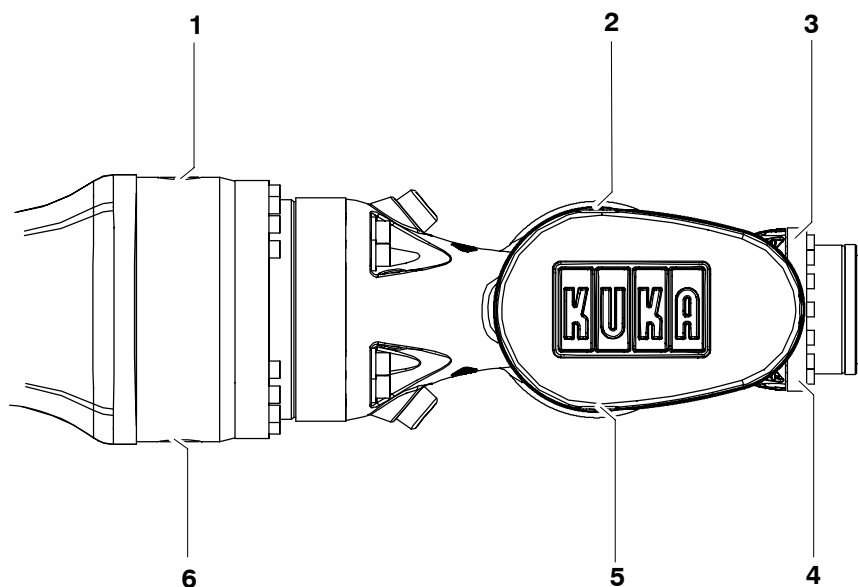

Fig. 93 Vidange d'huile PL 16
- (1) Mettre le robot en service et amener le bras en position horizontale (Fig. 93).
- (2) Amener les axes du poignet en position zéro.
- (1) Le cas échéant mettre le robot en service et amener les axes du poignet en position zéro.
- (2) Visser les joints des vis de fermeture (Fig. 93/4, 5, 6), visser les vis de fermeture et verser la quantité prescrite d'huile dans les orifices.
- (3) Contrôler les joints des vis de fermeture (1, 2, 3), visser les vis de fermeture.